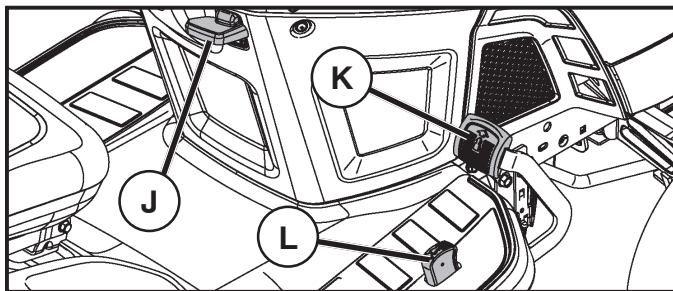

Fig. 7
## MOVERSE HACIA ADELANTE Y HACIA ATRÁS (Vea Fig. 7)
## UTILIZAR EL MANDO CRUCERO (J) (Vea Fig. 7)